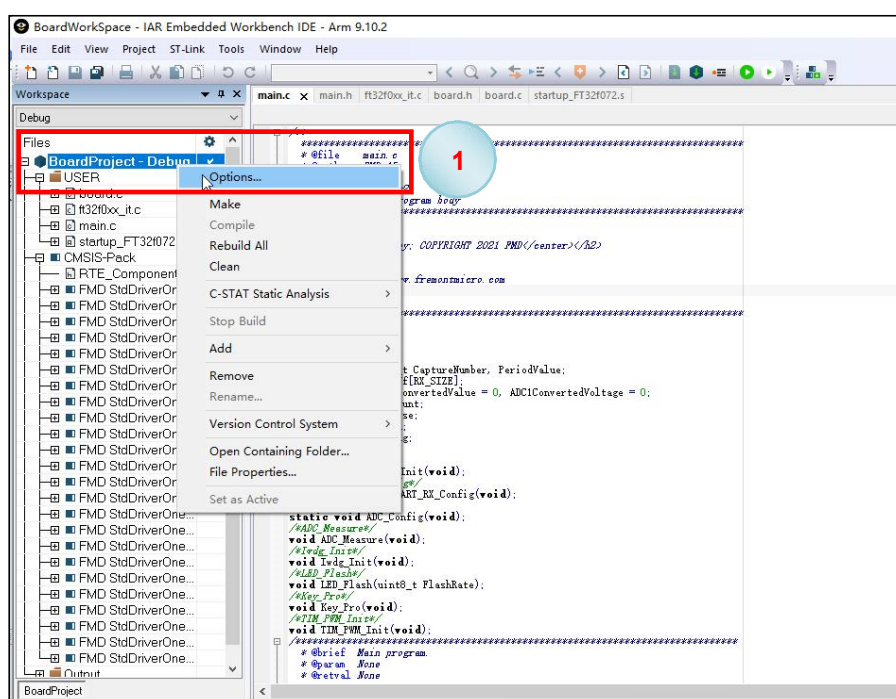

图 6-1 配置 IAR 工程 Option 选项
- 4、右键点击 Workspace 窗口最上方的工程名，并选择第一项“Options...”（图 6-1 中步骤 1）。